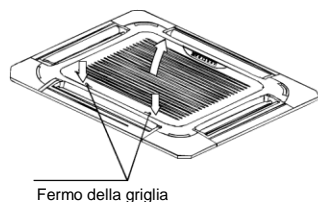

Fig. 5-9
■ Spostare contemporaneamente i due fermi della griglia verso il centro, quindi tirarli verso l'alto. (Vedere fig. 5-9.)